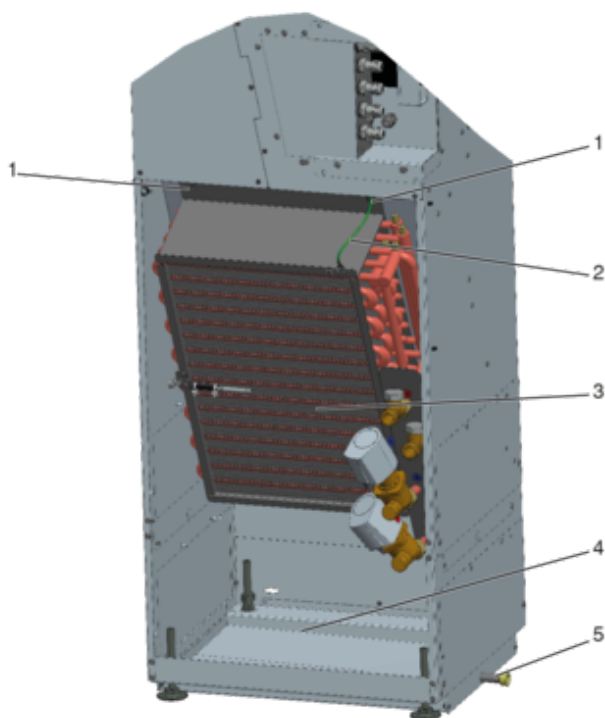

Abb. 42: Wärmeübertrager SCHOOLAIR-V-4L
Schutzleiter (Abb. 42 /2) am Wärmeübertrager lösen.
Wärmeübertrager (Abb. 42 /3) durch lösen der beiden Kreuzschlitzschrauben (Abb. 42 /1) lösen und nach oben aus dem Gerät ziehen.
- 7. ▶ ■ Die Kondensatwanne (Abb. 42 /4) mit handelsüblichen Reinigungs- oder Desinfektionsmitteln reinigen.
- Kondensatablauf (Abb. 42 /5) (optional) auf freien Ablauf prüfen.